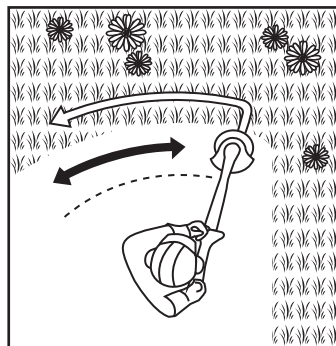

Fig. 9
5. Déplacer lentement et régulièrement le produit de gauche à droite en formant un arc, puis revenir à la position de départ avant de couper la zone suivante (Fig. 9).